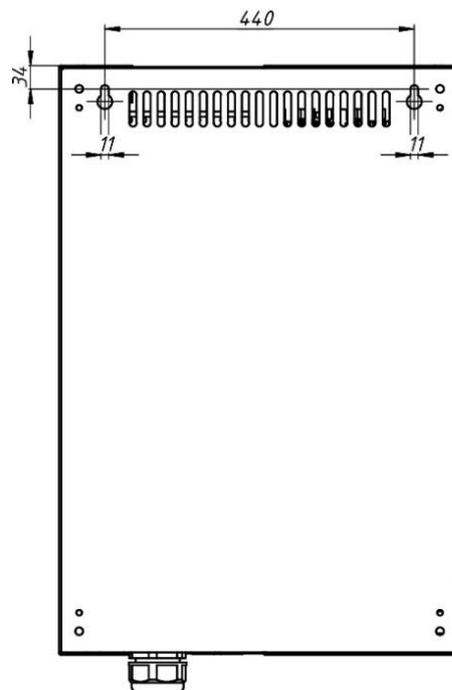

Рис. 5
6.6. Для монтажа электрокотла необходимо использовать крепёжные элементы (дюбель-болты, анкерные болты и т.п.) диаметром 8-10 мм. Длина крепёжных элементов определяется материалом стены. Межцентровое расстояние по горизонтали – 440 мм (см. рис. 5). Зазор между стеной и электрокотлом, необходимый для вентиляции и обеспечиваемый пластиковыми заглушками болтов, не должен перекрываться сверху и снизу.